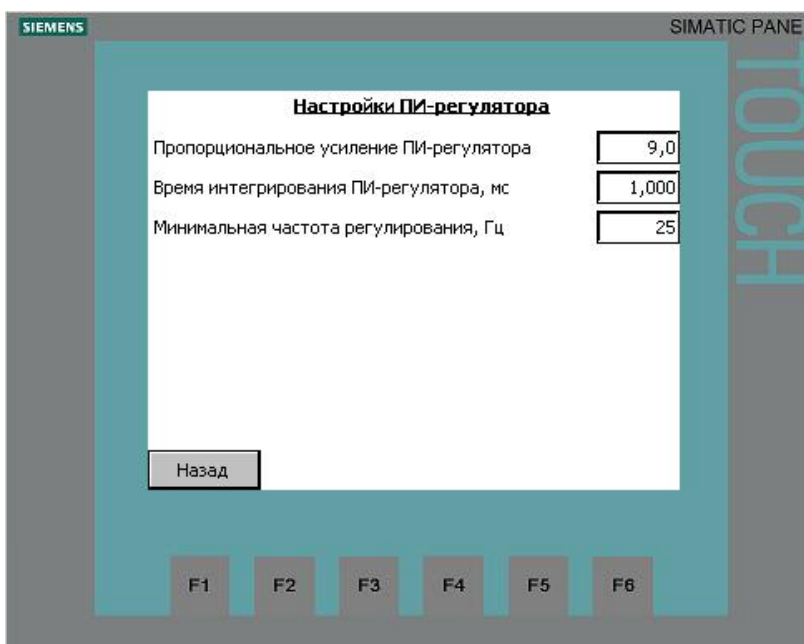

Рис. 15. Мастер наладки. Настройки ПИ-регулятора
- **Верхнее аварийное вых. значение** (поле ввода) – предельное аварийное значение выходного датчика. Настраиваемая реакция, выбор реакции выполняется при вводе в эксплуатацию в режиме «Мастер наладки». Ввод значения выполняется на этом экране или в экране детектора аварийного состояния. Переход к настройкам детектора аварийного состояния производится нажатием на кнопку «**Подробнее**». Экран уточненных настроек изображен на рис. 15.